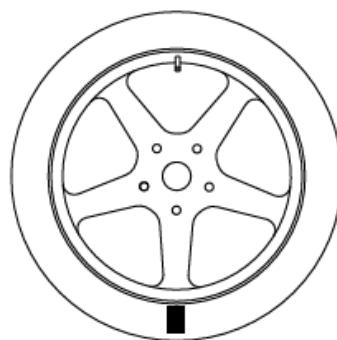

Рис. 5.6 - Маркировка шины на 180° относительно клапана
5. Снимите колесо с вала, передвиньте шину относительно диска так, чтобы метка находилась на 180° относительно клапана (ниппеля) (см. рисунок 5.6);